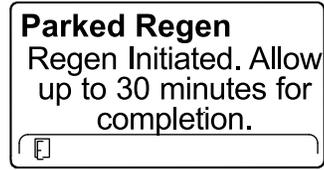

图31
6. InfoCenter (信息中心) 可显示完成时间消息 (图31)。